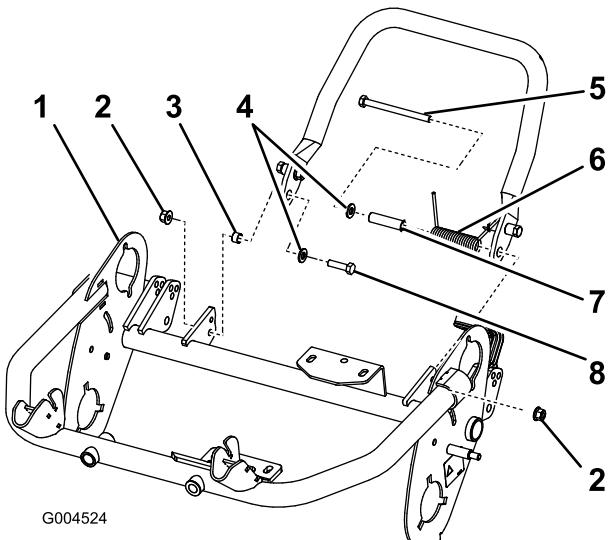

Figura 6
2. Montate una rondella (M8) sul bullone piccolo (M8–1,25 x 030). Montate il lato destro del cavalletto sul telaio, utilizzando il bullone e la rondella, il distanziale piccolo e il dado di bloccaggio (M8–1,25) (Figura 6). Il bullone deve essere montato dall'interno del telaio, come illustrato nella Figura 6.
Importante: Quando montate la molla, inserite un'estremità della molla sotto il telaio posteriore (Figura 6).
5. Montate il lato sinistro del cavalletto sul telaio, utilizzando il bullone e la rondella, il distanziale grande e il dado di bloccaggio (M8–1,25) (Figura 6). Il bullone deve essere montato dall'interno del telaio, come illustrato nella Figura 6.